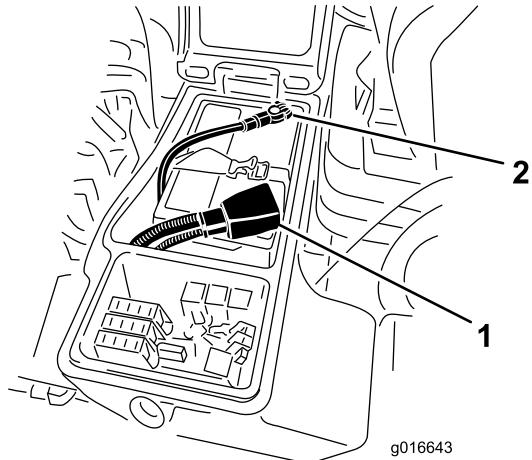

図 84
6. 赤いケーブルをバッテリーの端子に、黒いケーブルはバッテリーの端子に固定する図 84